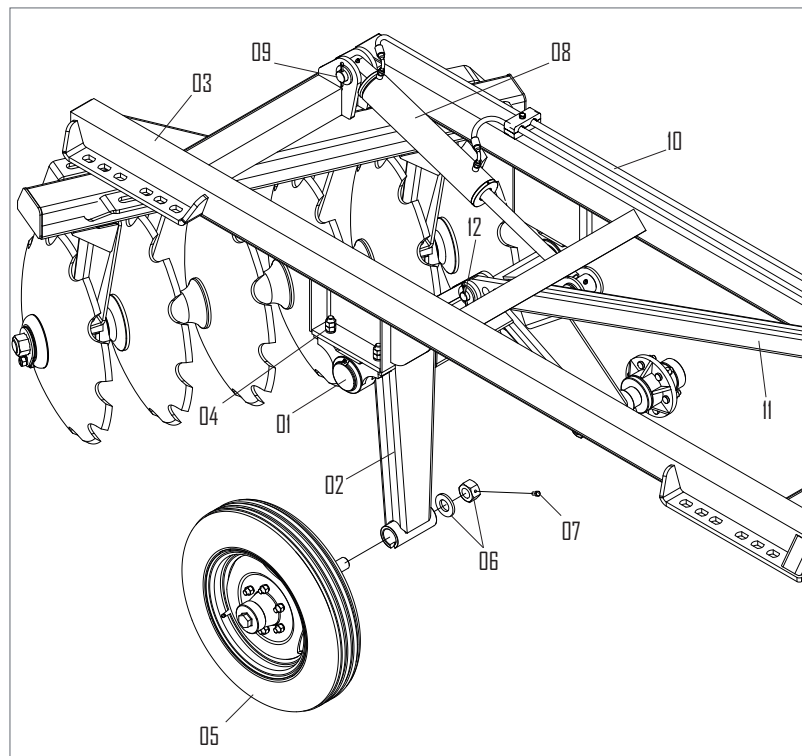

FIGURA 12
Acople os cubos (1), *figura 12* no eixo de articulação dos pneus (2) e fixe o cubo no montante (3) com os parafusos (4).